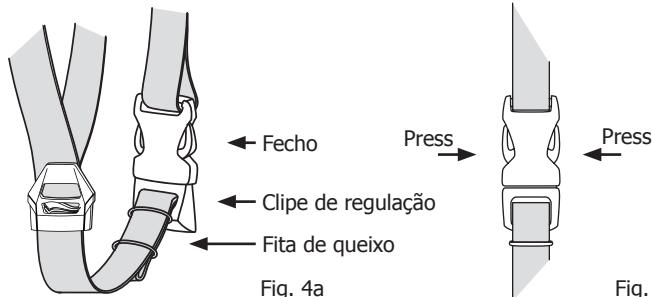

Fig. 4a
- Abra o dispositivo de ajuste da fi ta (Fig. 4a)
- Se a fita de suporte para o queixo estiver demasiado solta, esta deve ser esticada através da rotação do fecho (Fig. 4a).
- Se a fita de suporte para o queixo estiver demasiado apertada, esta deve ser alargada, também através da rotação do fecho (Fig. 4a)